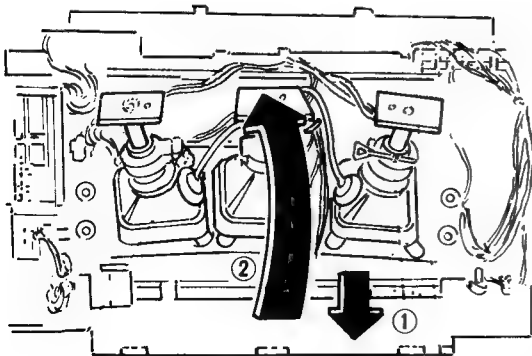

Fig. 21 Abb. 21
5. Lift chassis fixing plate and the chassis by throwing down to front side as illustrated in fig. 21.
5. Die Chassis-Befestigungsplatte anheben und das Chassis nach vorne herunterklappen, bis es fest aufliegt, wie in Abb. 21 gezeigt.